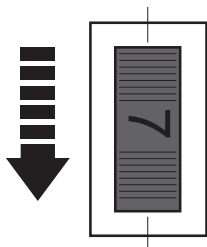

Fig. 13
- > Rotiți selectorul de viteză (15) la un număr mai mare pentru a crește viteza (Fig. 13). O setare mai mare este adecvată la utilizarea unor vârfuri de frezare mai mari sau la efectuarea de lucrări pe materiale dure, precum lemnul.